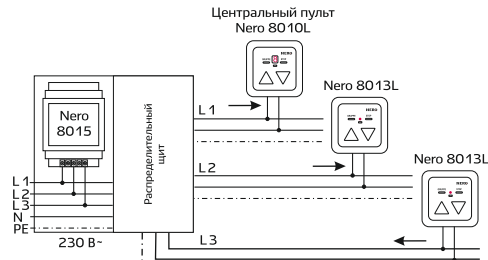

Рис. 1 — Схема передачи сигнала управления (технология PLC)
- отличительная особенность системы Nero — питание и передача/получение команд управления по существующей силовой электропроводке 230 В~ на основе уникальной запатентованной технологии PLC. Благодаря ей система обладает надежностью, высоким качеством передачи информации, в том числе и по разным фазам (использование фазового переходника Nero 8015), простотой и гибкостью при установке, а также легкостью в использовании и обслуживании (рис. 1);
- использование для управления другими ИУ линейки Nero в режиме «Своя группа» (рис. 1);